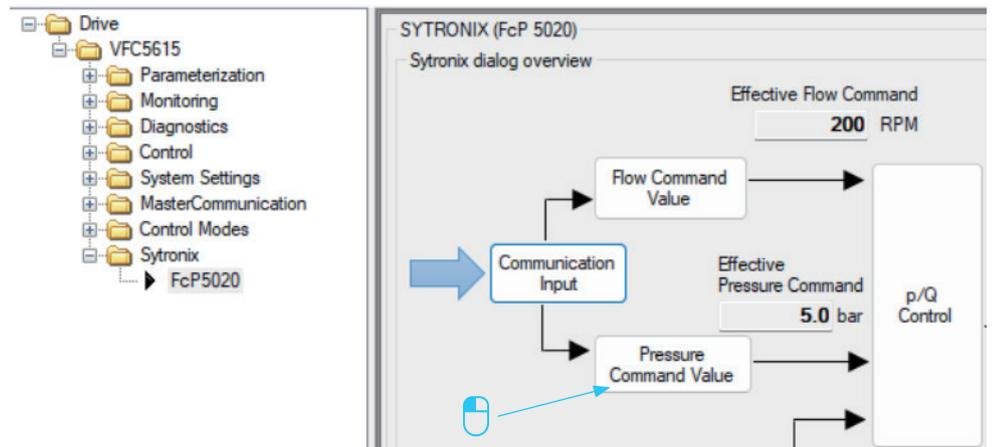

图 27: 模拟量给定压力指令 1/2
- 按“压力给定”（请参见图 27: 模拟量给定压力指令 1/2）。